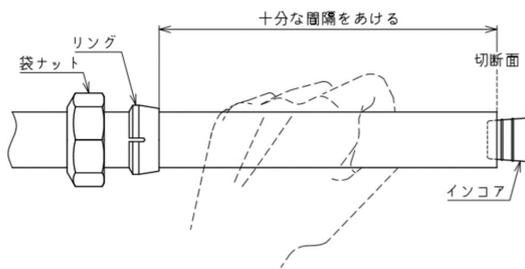

図1
- ・管にインコアを挿着する時は図1のように切断面と管へ通したリングとの間隔を十分にあげてください。
3. 施工する際の注意点で述べた図1に示すように、管の切断面とリングとの間隔は十分にあげてください。